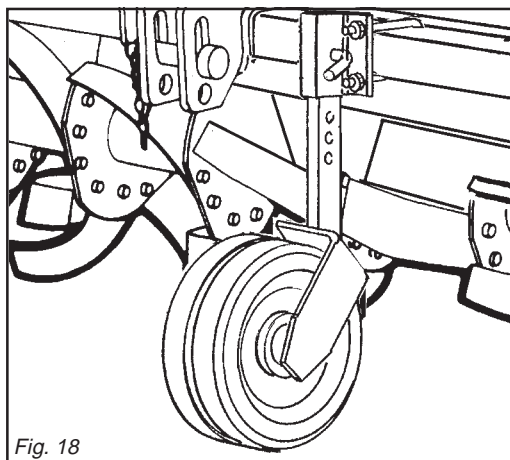

Fig. 18
**Macchine con ruote anteriori:** la regolazione si può effettuare anche con due ruote poste anteriormente alla macchina (Fig. 18).
**Machine with front wheels:** depth regulations can also be done with the two front wheels (Fig. 18).
**Maschine mit vorderen Laufrädern:** Die Einstellung kann auch mit zwei Rädern erhalten werden, die vor der Maschine angeordnet sind (Abb. 18). Diese Räder werden in der Regel auf der Spurweite der Schlepperäder angeordnet, damit sie keine eigene Furche entstehen lassen. Die Einstellung wird durch eine Reihe von Bohrungen möglich, die im beweglichen Teil des senkrechten Trägers vorhanden sind.
**Machines avec roues avant:** le réglage est aussi possible avec les deux roues placées à l'avant de la machine (Fig. 18). Elles doivent être placées sur la même voie que les roues du tracteur pour éviter le sillon.
**Máquinas con ruedas delanteras:** la regulación puede efectuarse también con dos ruedas situadas en la parte anterior de la máquina (Fig. 18).